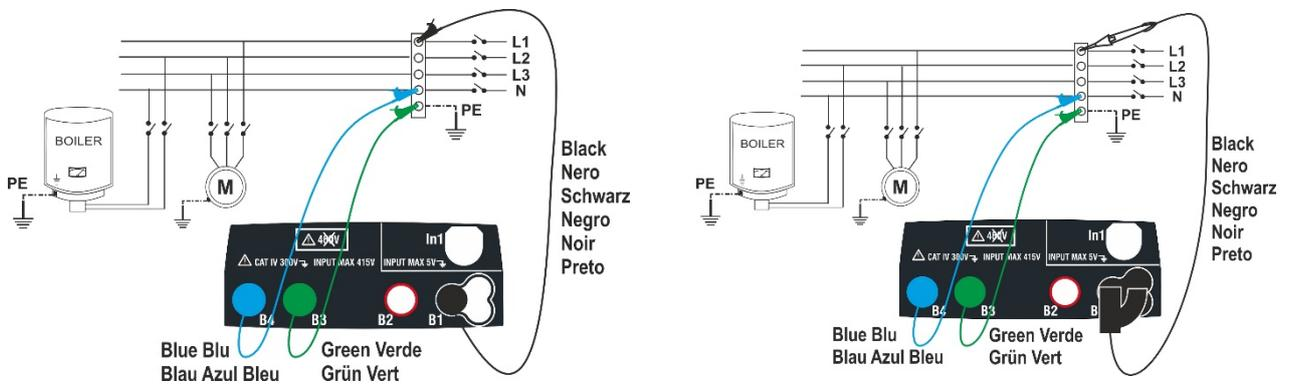

Fig. 10: Verificação do isolamento L-PE e N-PE através de cabos e ponteira remota
5. Conectar os crocodilos e/ou as ponteiros e/ou a ponteira remota nas extremidades dos condutores em exame de acordo com as Fig. 10 e Fig. 11.